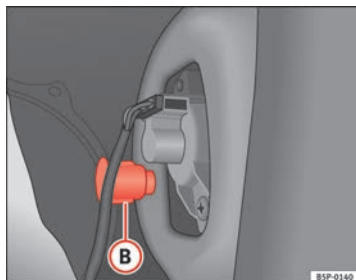

Fig. 197 Feu de position/feu stop
- Dévissez la pièce en plastique ⇒ fig. 197 **(B)** qui fixe le feu. Pour commencer à la dévisser, il peut être nécessaire d'insérer un tournevis dans cette pièce.